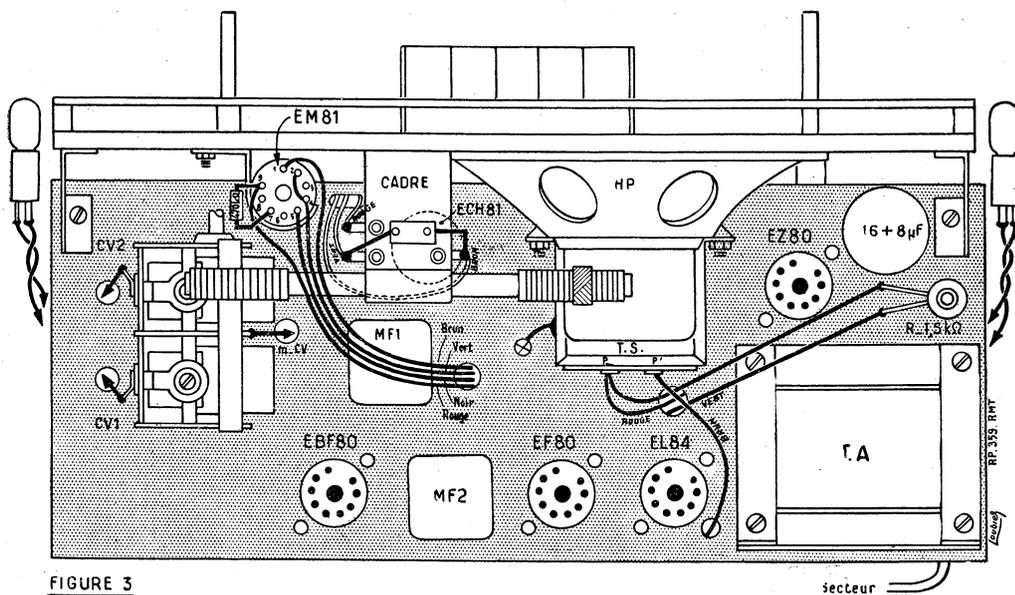

FIGURE 3
- H. VEAUX. *Cours moyen de radio-électricité générale, à l'usage des candidats aux certificats de 1re et 2e classes d'opérateur radio à bord des stations mobiles et des cadres moyens des services radio-électriques.* Un volume broché de 384 p. 16 x 25, avec 266 fig. 3e éd. 1957. 600 gr. 1.400
- H. VEAUX. *Recueil de problèmes de T.S.F. avec solutions.* 202 p. 183 fig. 3e éd. 1957 revue et augmentée. 300 gr. . . . . 1.400